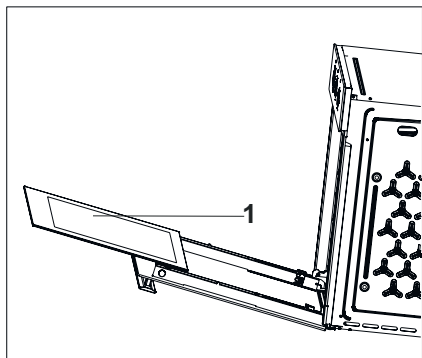

Fig. 22
- Ta bort ugnsluckans inre glas för att rengöra det (Fig. 22).